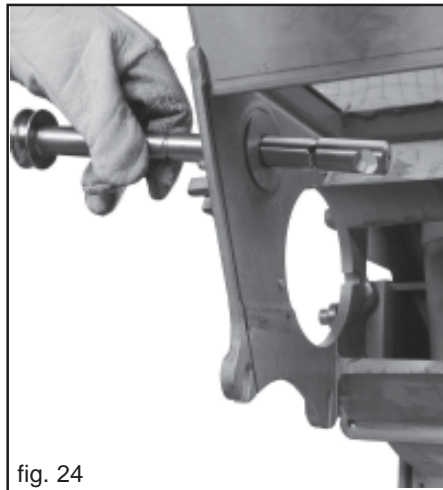

fig. 24
- 3) Estrarre l'albero agitatore (Fig. 24), facendo attenzione che il cuscinetto ed il disco di protezione sul lato opposto non cadano.